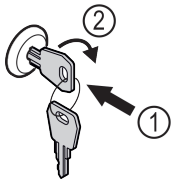

Fig. 194 Représentation à titre d'exemple
- Insérer la clé Fig. 194 (1).
- Tourner la clé à 90° dans le sens horaire Fig. 194 (2).